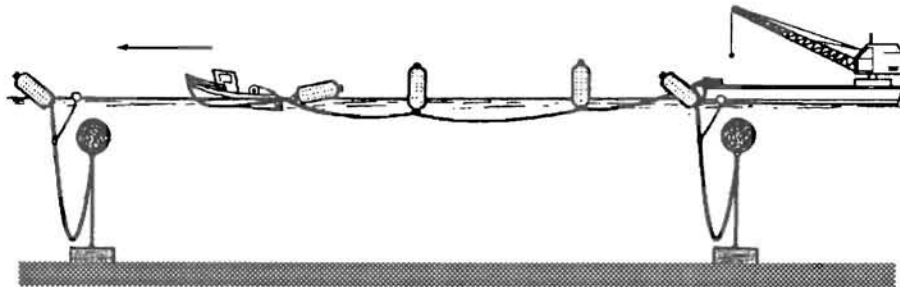

Figure 109 - Délover l'aussière avec la petite embarcation. Pour les filières subflottantes, placer des flotteurs de corde tous les 30 à 50 mètres
- ⇒ Délovez complètement l'aussière à l'aide de la petite embarcation (Figure 109);
- ⇒ Déplacez le bateau vers l'autre ancrage et ramenez à bord l'extrémité libre de l'aussière (Figure 109);